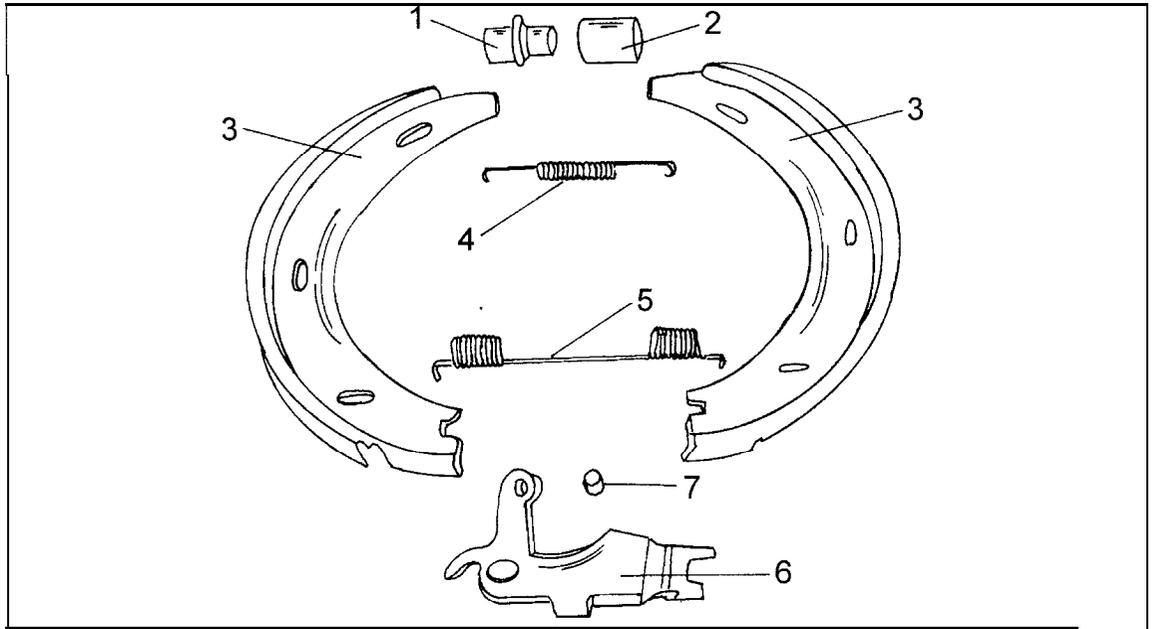

Bild 322
Das im Text genannte Einbauwerkzeug muss vorhanden sein, um die Federn der Bremsbacken aus- und einzuhängen. Andernfalls kann man die Hinterachsnabe ausbauen, um leichter an die Bremsbacken heranzukommen. Bild 322 zeigt Ansicht der eingebauten Bremsbackenteile. Der Ausbau wird für eine Seite beschrieben, jedoch muss man bei Erneuerung der Bremsbacken immer beide Seiten ausbauen, um die Bremsbacken im Satz zu erneuern.
- Das Verstellrädchen (1) in Bild 322 mit einem
- Nachstellvorrichtung so in beide Bremsbacken einsetzen, dass sie die in Bild 322 gezeigte Stellung einnimmt (Stellrad zeigt nach vorn).